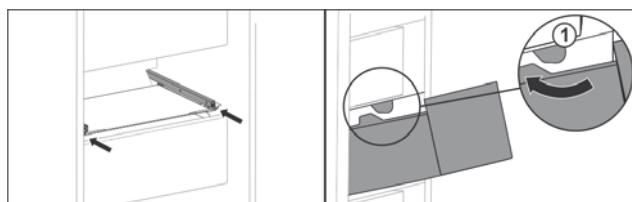

Fig. 39
- Обведите выдвижной ящик вокруг стопора Fig. 39 (1).\*